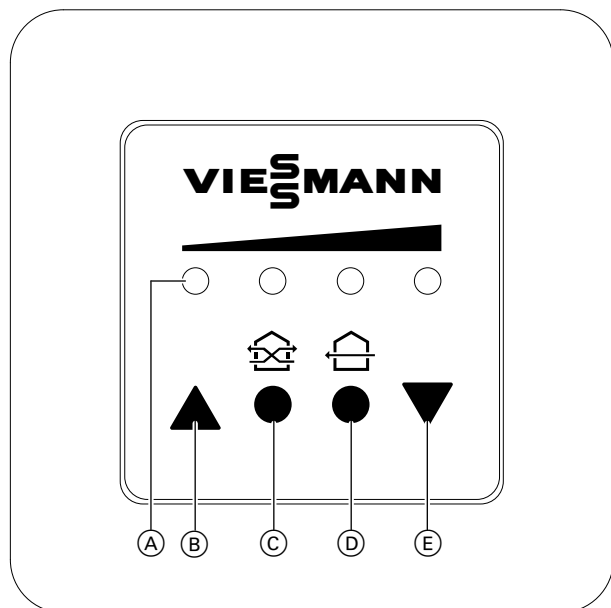

Рис. 21
2. Для сброса индикации замены фильтров одновременно нажмите обе круглые кнопки Ⓒ и Ⓓ: см. рис. 21.
Одновременно нажмите обе круглые кнопки © и ©: см. рис. 21 на стр. 20.